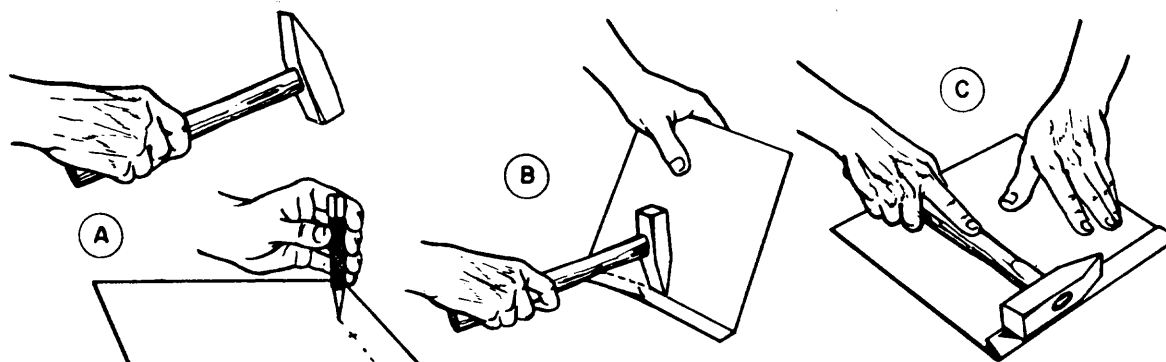

Fig. 8
3. Martillo de peña, uno de sus usos es en los trabajos con chapas finas (figs. 8-A, 8-B y 8-C).